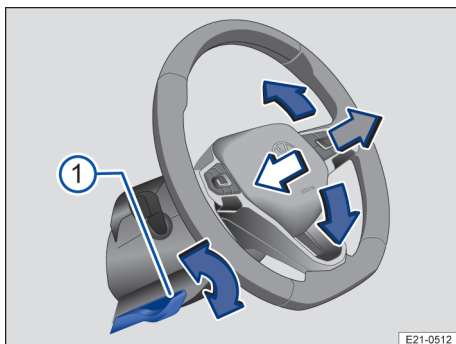

Fig. 64 Debajo del volante, en el guarnecido de la columna de dirección: palanca para el ajuste manual de la posición del volante.
1. Presione la palanca hacia abajo → fig. 64 ①.
3. Presione la palanca → fig. 64 ① con fuerza hacia arriba hasta que quede a ras del guarnecido de la columna de dirección → ⚠.